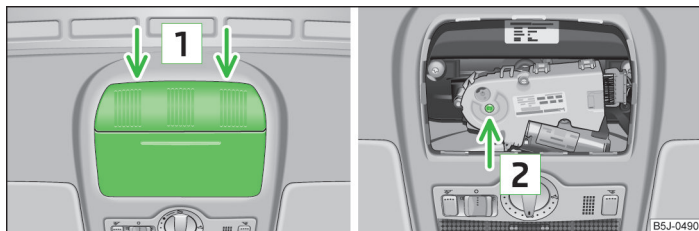

Fig. 22 Punto di attacco del cacciavite / Apertura per l'applicazione della chiave
- Inserire con cautela un cacciavite largo circa 5 mm nell'intaglio nei punti indicati con la freccia  » fig. 22